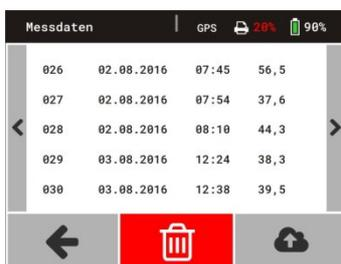

Bild 28
- Button  mit der Taste  bestätigen (Bild 28).